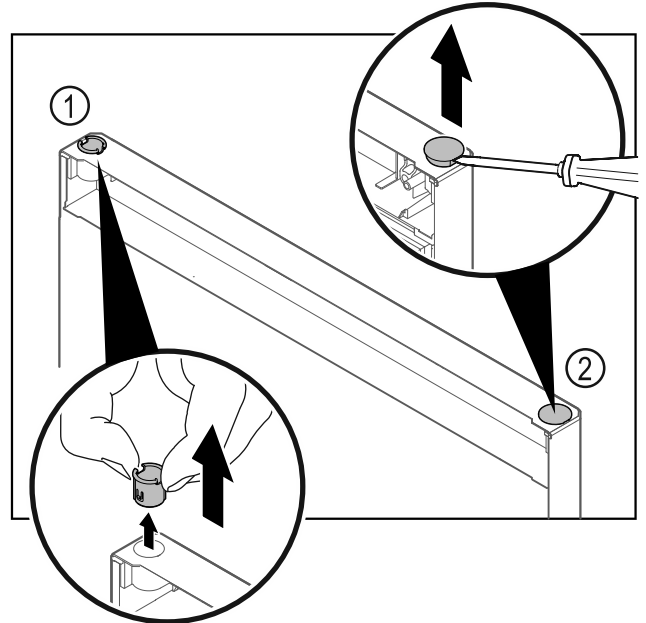

Fig. 27
- Extraer el casquillo de bisagra Fig. 27 (1) con los dedos.
- Levantar cuidadosamente el tapón Fig. 27 (2) con un destornillador para tornillos de cabeza ranurada y extraerlo.